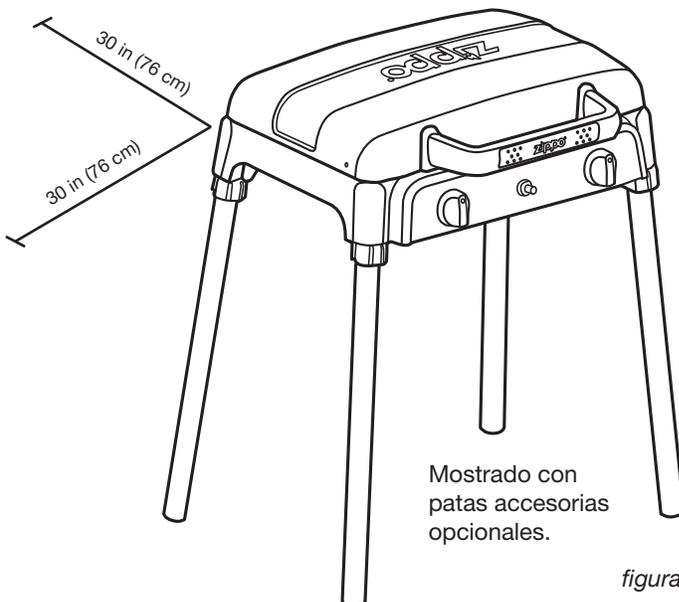

figura 1
- Este cocina es un artefacto de combustión. Todos los artefactos de combustión producen monóxido de carbono (CO) durante el proceso de combustión. Este producto está diseñado para producir extremadamente pequeños, no-peligrosas cantidades de CO si se usa y mantiene de acuerdo con todos los avisos e instrucciones. No bloquear el flujo de aire hacia dentro o hacia afuera de la parrilla.
- Envenenamiento con monóxido de carbono (CO) produce síntomas similares a la influenza, ojos aguados, dolor de cabeza, mareos, fatiga, y posiblemente la muerte. No se puede ver u oler. Es un asesino invisible. Si estos síntomas están presentes durante la operación de este producto tomar aire fresco inmediatamente.
- Durante su operación, este producto puede ser una fuente de encendido. Nunca usar el fogón en espacios que contengan o puedan contener combustibles volátiles o gaseosos, o productos como gasolina, solventes, disolvente de pintura, partículas de polvo o químicos desconocidos. Distancia mínima de materiales inflamables: 30 in [76cm] de los lados, como se muestra en la figura 1.